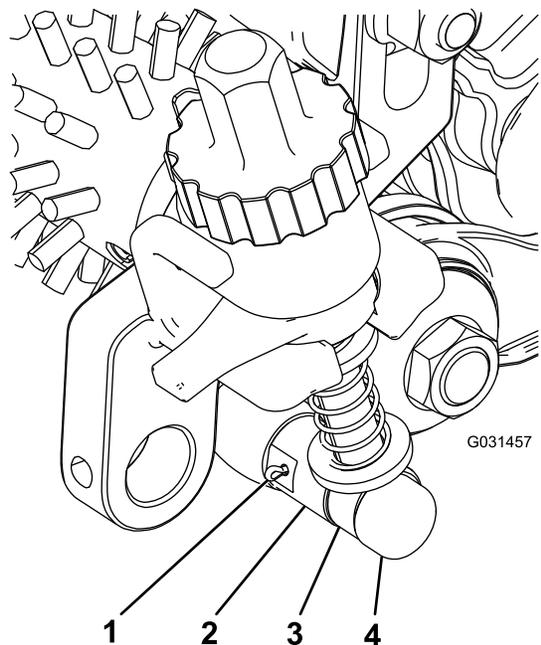

図 20
4. アイドラアセンブリ近くのアジャスタアームアセンブリのロッドをアイドラアセンブリのアジャスタカラーに整列させ、アジャスタピンとコッターピンで固定する 図 20。